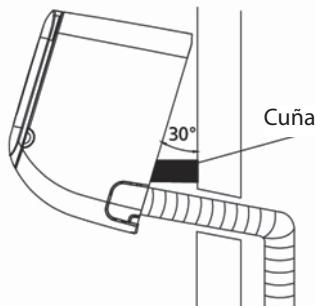

Fig. 3.13
- 2 Utilice un soporte o una cuña para apuntalar la unidad, que le da suficiente espacio para conectar la tubería de refrigerante, la señal de cable y la manguera de desagüe. Consulte la Fig. 3.13 para un ejemplo.